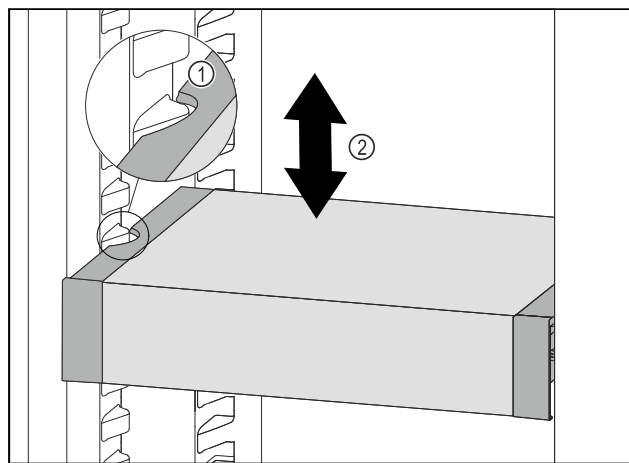

Fig. 82
- Tirare VarioSafe in avanti fino a quando le cavità laterali di VarioSafe non si trovano al livello della nervatura del contenitore nel vano frigorifero. Fig. 82 (1)
- ▶ Spostare VarioSafe verso l'alto o verso il basso nel vano frigorifero fino a raggiungere l'altezza desiderata. Fig. 82 (2)